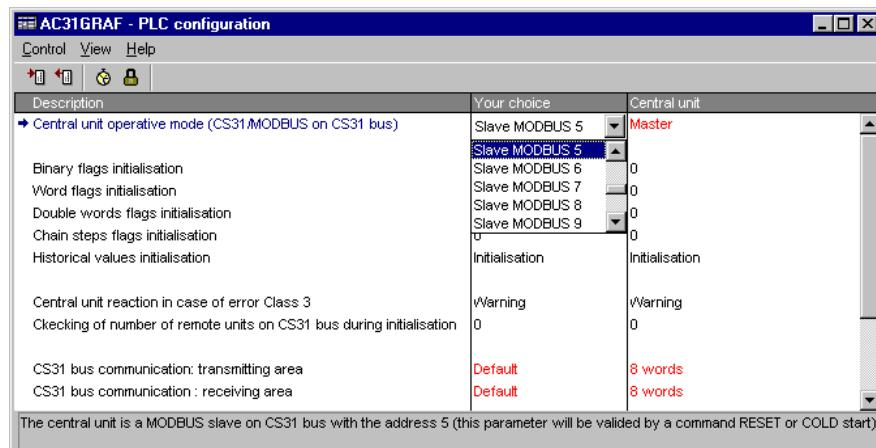

Figura 7-8: Configuración de COM2 a través de la ventana de configuración del PLC en AC31GRAF
- ⇒ Si utiliza la conexión CS31: Seleccione la dirección de MODBUS® en la lista de la línea "Central unit operative mode (CS31 MODBUS® on CS31 bus)" (ver Figura 7-8)